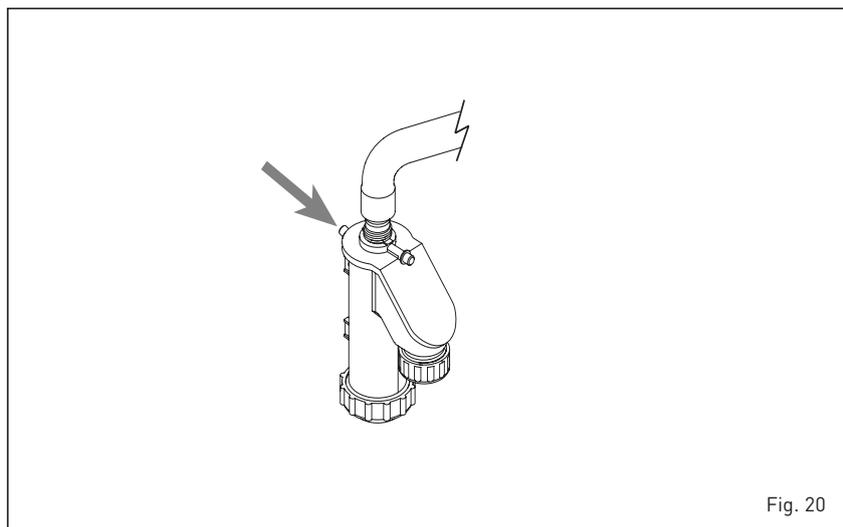

Fig. 20
4.5 ENTRETIEN (fig. 20)
Au cours des opérations d'entretien, il est nécessaire que le personnel technique agréé contrôle que l'égouttoir siphonné est plein d'eau (cette vérification est surtout nécessaire quand le générateur reste inutilisé pendant un long laps de temps). Le remplissage éventuel se fait par l'orifice prévu à cet effet (fig. 20).